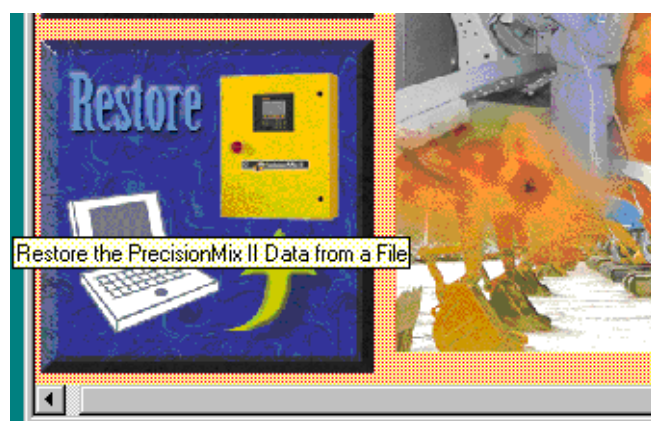

Fig. 13.13
1. Sélectionner File (fichier) ► Restore PrecisionMix II (restauration PrecisionMix II) (Fig. 13.12) sur la barre d'outils ou appuyer sur le bouton de restauration (Fig. 13.13) dans la fenêtre principale.